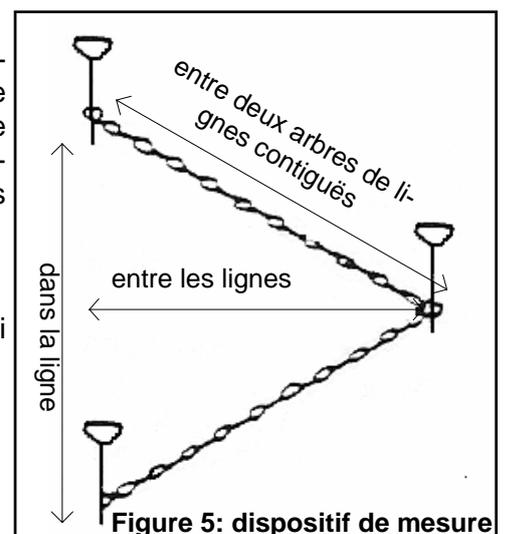

Figure 5: dispositif de mesure
Pour la plantation en quinconce ou en triangle, nous vous proposons une méthode simple. Elle demande l'utilisation d'un dispositif de mesure (figure 5). Celui-ci est constitué d'une chaînette ou d'un câble d'acier ou de nylon inextensible, fixé sur des piquets de fer avec poignées (pour les retirer plus facilement). La distance entre les axes des poignées doit correspondre à la longueur de la diagonale.
-Reporter avec le dispositif de la figure 5 le sommet des triangles qui s'aligneront sur une deuxième rangée, puis une troisième,...